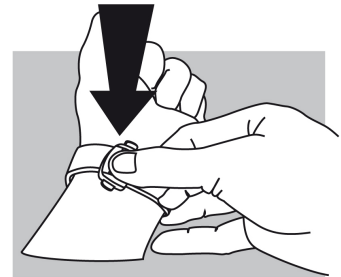

fig. 2
**Schließen (fig. 2):** Legen Sie die Uhr an und drücken Sie mit dem Daumen auf die Schließe, bis Sie ein Klickgeräusch hören.